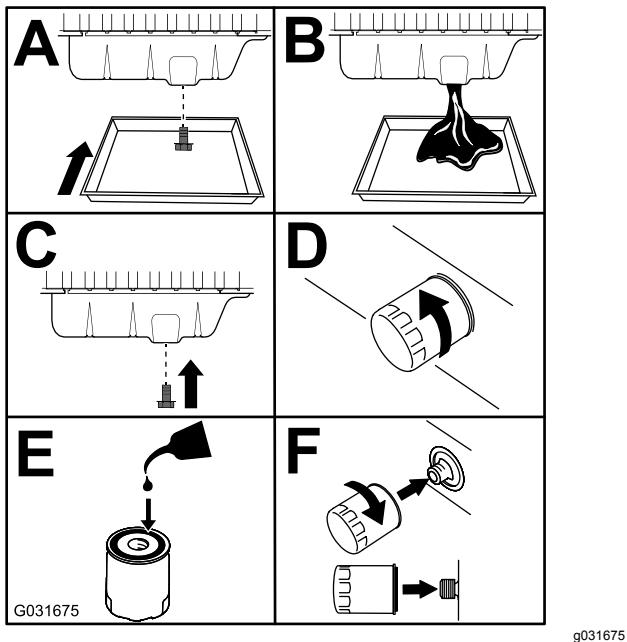

Bild 87
3. Tauschen Sie das Motoröl und den MotorölfILTER aus (Bild 87).